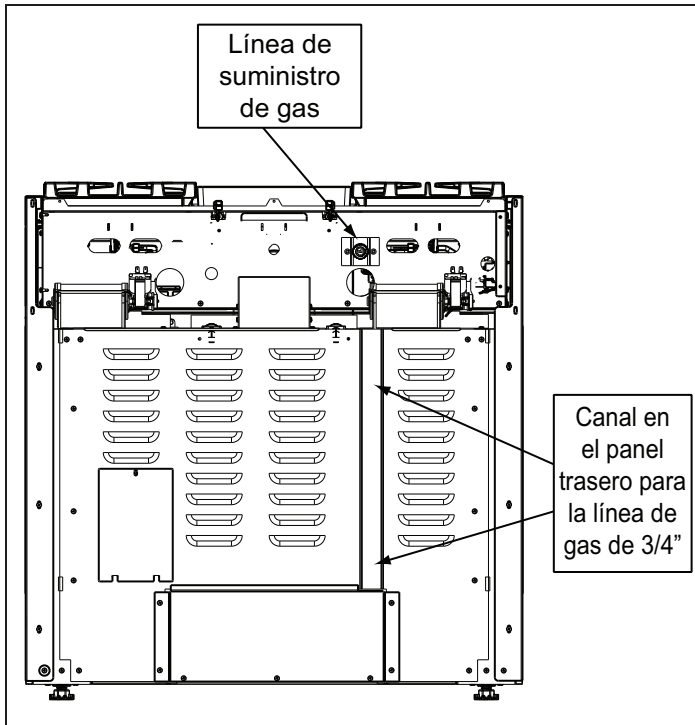

Figura 8: : Ubicación de la línea de suministro de gas
- Utilice un conducto flexible de 3/4" entre el suministro de gas y la línea de suministro del aparato. La línea de suministro de gas está ubicada en la parte superior trasera de la estufa. La línea externa de suministro de gas del aparato tiene una rosca de tipo NPT 3/4" y la rosca interna es de tipo NPT 1/2" (vea la Figura 8). Tenga cuidado para no torcer el conducto flexible de 3/4" cuando lo dobla.